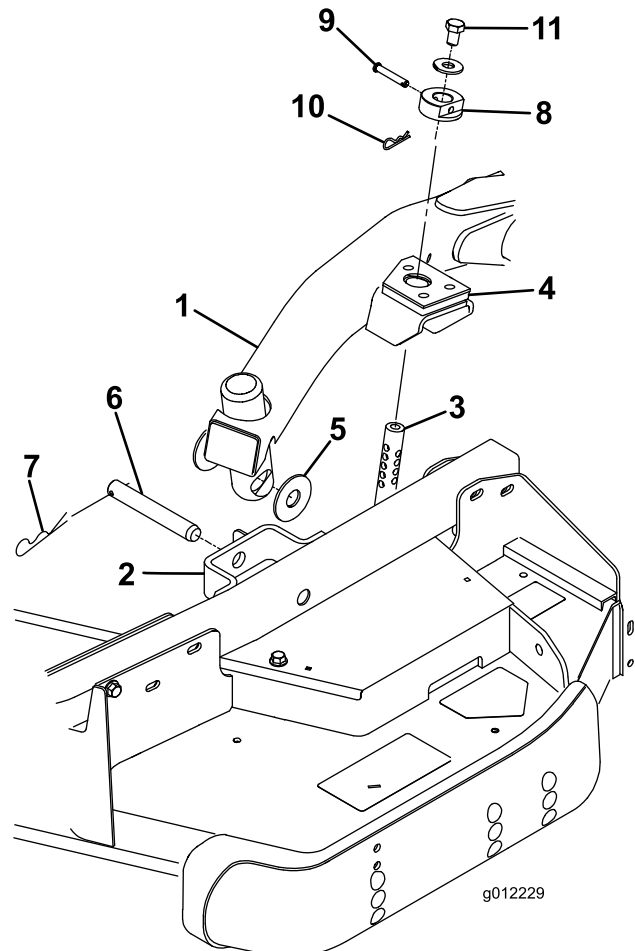

Bild 23
4. Stellen Sie den Hubhebel auf die Schweben-Stellung. Drücken Sie einen Hubarm nach unten, bis die Löcher im Hubarm mit den Löchern in der Laufradarmhalterung ausgerichtet sind, und die Schnitthöhenstange in die Hubarmpolster eingesetzt werden kann (Bild 23).
5. Befestigen Sie den Hubarm mit zwei (2) Druckscheiben, einem Lastösenbolzen und einem Splint am Laufradarm. Legen Sie die Druckscheiben zwischen den Hubarm und die Halterung des Laufradarms (Bild 23). Setzen Sie das Ende des Splints in den Schlitz im Laufradarm ein, um den Splint zu arretieren.
9. Befestigen Sie die Schnitthöhenstellringe an den Schnitthöhenstangen und befestigen Sie sie mit den Lastösenbolzen und den Splints (Bild 23). Der Kopf des Splints sollte zur Vorderseite des Mähwerks zeigen.
10. Setzen Sie oben auf jeder Schnitthöhenstange eine Schraube 1/2 x 3/4 Zoll) und eine Scheibe ein (Bild 23).